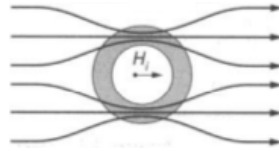

FIGURE 3.13 – Blindage ferromagnétique
- champ BF : matériau ferromagnétique (μ élevé). Il dévie les lignes de champ magnétique, mais il faut faire attention à la saturation \Rightarrow grande épaisseur du ferromagnétique (mais cher et lourd) (Figure 3.13).